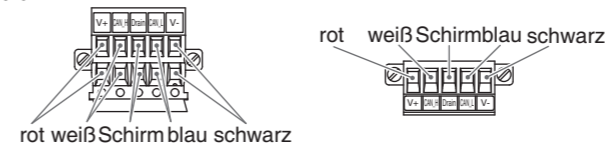

Abb. 1
- (1) Schließen Sie die Signalleitungen an die entsprechenden Pins an. (Abb. 1)